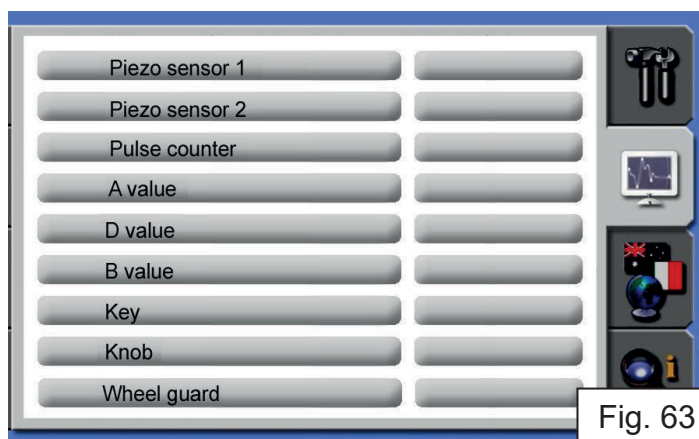

Fig. 63
- Selecione  e pressione SELECTOR para entrar no programa de diagnóstico (fig. 63).